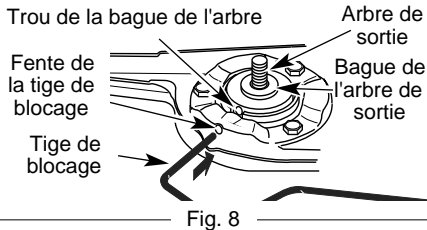
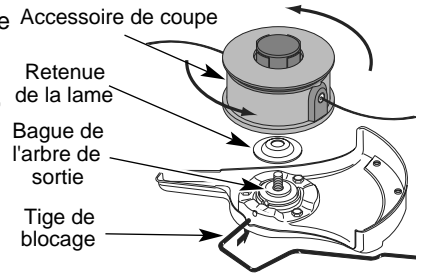

Fig. 8
Fig. 15
1. Alignez le trou de la bague de l'arbre avec la fente de la tige de blocage, puis insŽrez la tige dans le trou de la bague (Fig. 8).
6. Alignez le trou de la bague de l'arbre avec la fente de la tige de blocage, puis insŽrez la tige dans le trou (Fig. 8).
5. Alignez le trou de la bague de l'arbre avec la fente de la tige de blocage, puis insŽrez la tige dans le trou. (Fig. 8). Placez la retenue de lame sur l'arbre de sortie, la partie plate reposant contre la bague de l'arbre tel qu'indiquŽ sur la Fig. 15. Vissez l'accessoire de coupe ^ gauche sur l'arbre. Vissez bien.